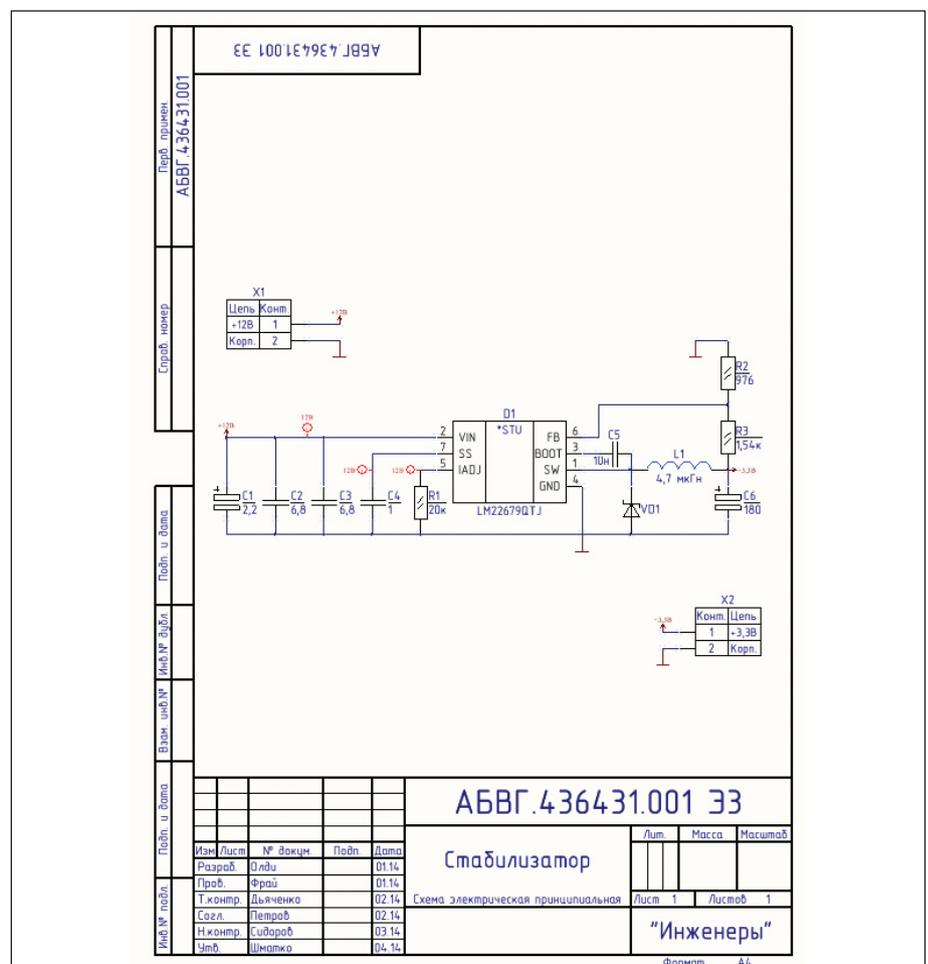
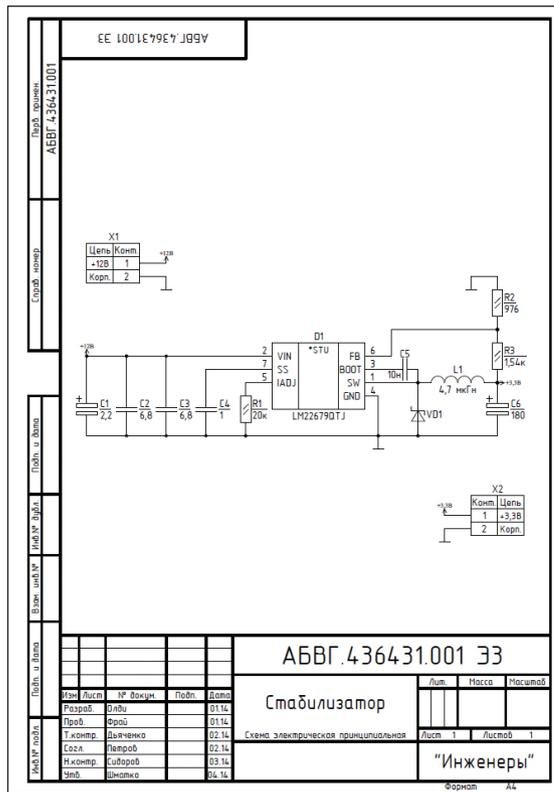

Рис. 17. Пример схемы, соответствующей требованиям ЕСКД
Рис. 25. Пример схемы после вывода в PDF
Если выполнены все подготовительные операции, то формирование схемы, своим видом соответствующей стандартам ЕСКД, ничем не отличается от формирования любой другой схемы. Конечно, стоит помнить о правилах выполнения схем, описанных в таких стандартах, как ГОСТ 2.701-2008 и ГОСТ 2.702-2011. На рис. 17 приведен пример готовой схемы, оформленной в соответствии с ЕСКД.
- Теперь можно выводить результат. Для этого щелкнем левой клавишей мыши на интерактивной строке Generate Content. AD сформирует выходную документацию и откроет нашу схему уже в формате PDF (рис. 25).
Сравните схему на рис. 25 со схемой на рис. 17. Во-первых, они отличаются цветами. Контейнер вывел схему черно-белой потому, что на третьем шаге мы задали режим вывода изображения Mono. А во-вторых, если присмотреться к схеме на рис. 17, то можно заметить на ней директивы AD, которые отсутствуют в схеме на рис. 25. Подобные директивы не предусмотрены ЕСКД. Поэтому мы и отключили их вывод на первом шаге, при настройке заданий.